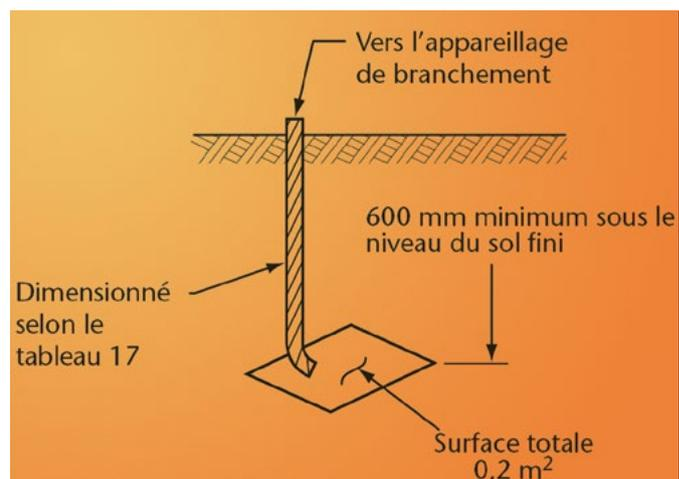

Figure 2 Prise de terre à plaque enfouie directement le sol
- ⊙ Être noyées dans au moins 50 mm d'une semelle de béton en contact direct avec la terre et avoir une surface extérieure en contact avec le béton d'au moins 0,4 m² à une profondeur d'au moins 600 mm sous le niveau du sol fini. (figure 2)